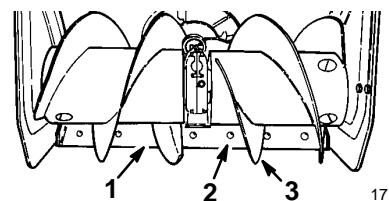

Figure 8
2. Amenez la déneigeuse sur une surface horizontale et vérifiez si la lame racleuse (Fig. 8) est bien parallèle au sol. Si ce n'est pas le cas, reglez le montage de la lame racleuse comme expliqué à la page 21.